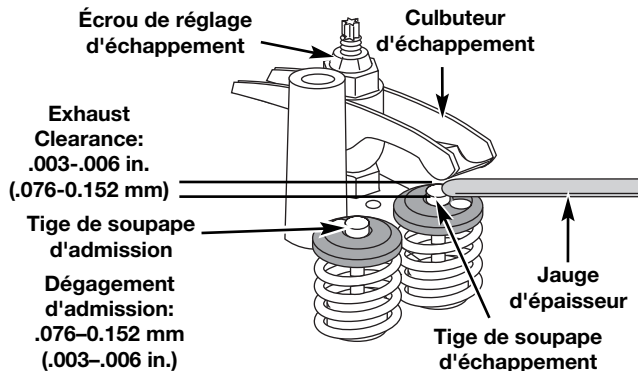

Fig. 38
L'écart de jeu recommandé pour l'admission est de 0,076 – 0,152 mm (0,003 – 0,006 po). L'écart de jeu recommandé pour l'échappement est de 0,330 – 0,406 mm (0,013 – 0,016 po). Servez-vous d'une jauge d'épaisseur d'automobile standard de 0,127 et 0,381 mm (0,005 et 0,015 po). La jauge d'épaisseur devrait pouvoir glisser entre le culbuteur et la tige de soupape en rencontrant une faible résistance mais sans coller (Fig. 38).
- Tournez l'écrou de réglage à l'aide d'une clé de 8 mm (5/16 po) ou d'un tournevis à embout hexagonal (Fig. 38).